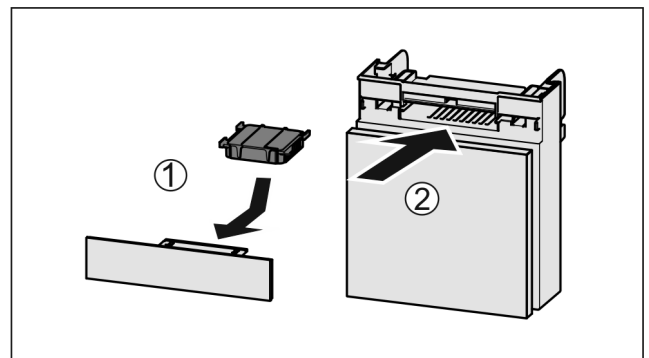

Fig. 143
- ▶ Helyezze be Fig. 143 (1) az aktív szén-szűrőt az ábrán látható módon.
- ▶ Tolja be Fig. 143 (2) a rekeszt.